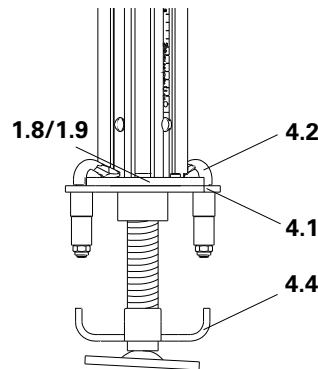

Fig. A2.15
2. A l'aide d'un marteau, emmancher les griffes de serrage (4.2) sur la platine de pied ou de tête de l'étau. Le Pied à vérin est maintenant connecter (Fig. A2.15)